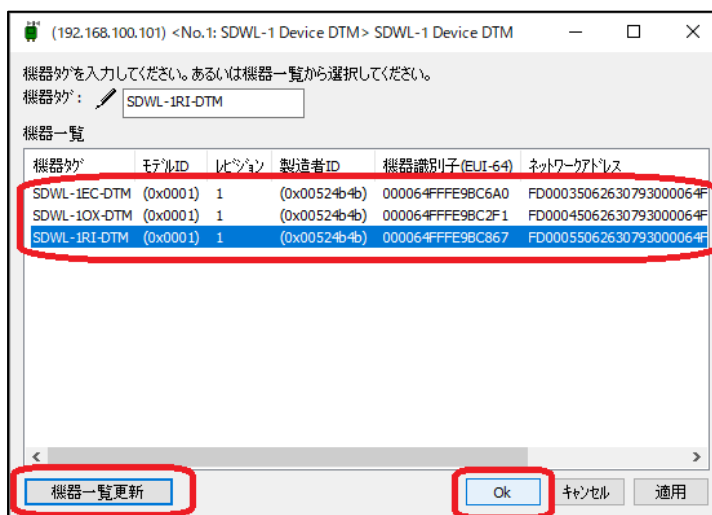

図 5-32 機器タグ変更（SWL-1RI-DTM を選択した場合）
- ⑪ 機器一覧から接続したい SDWL-1 を選択し、「OK」を選択します。(図 5-32)